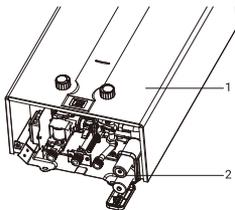

Рис. 1
- Перед включением водонагревателя необходимо установить батарейки (рис. 1). Отсек батареи (1) находится в нижней правой части водонагревателя. Для доступа к нему снять кожух не нужно.